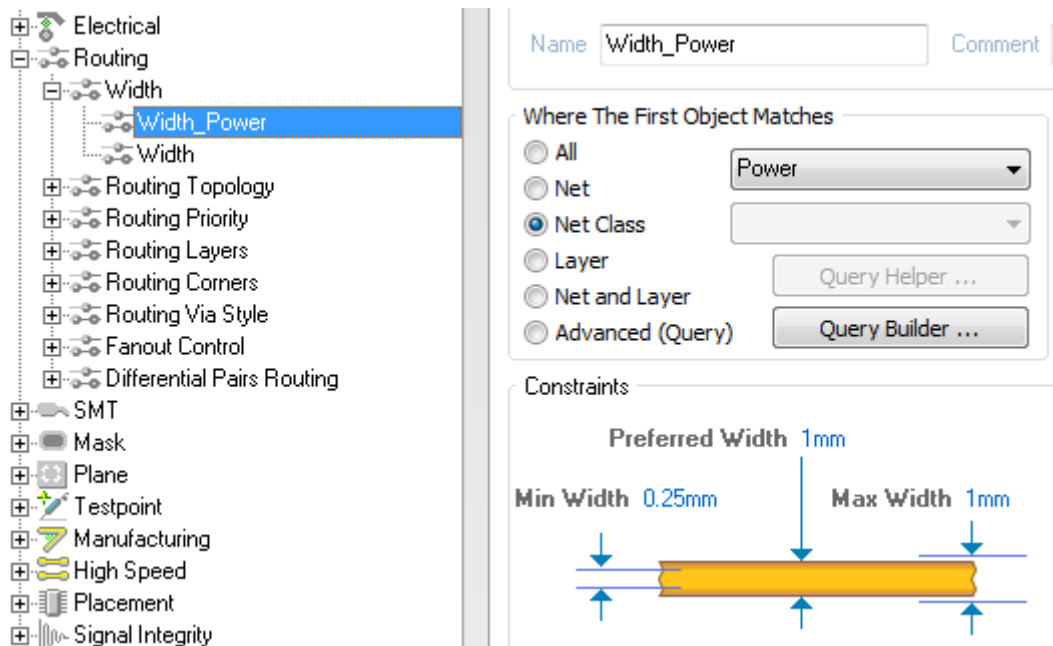
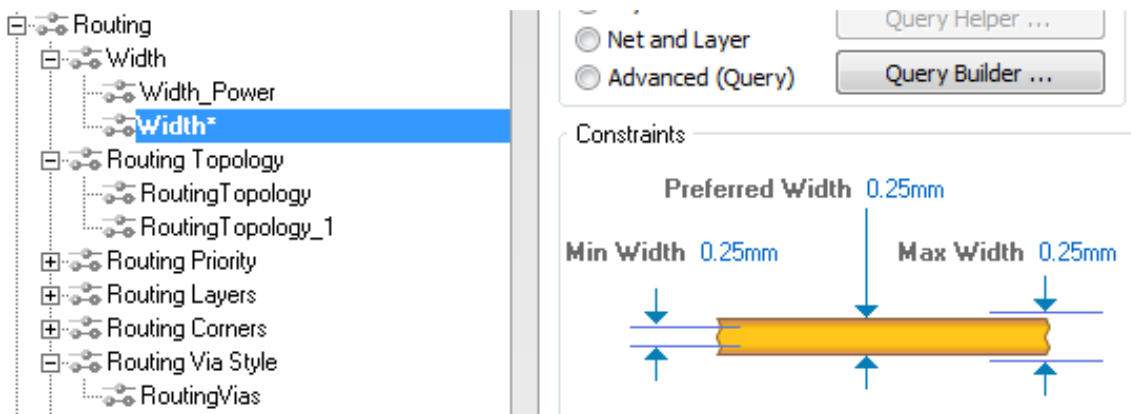

Рис. 119. Ширина проводника для класса Power
Рис. 120. Ширина всех проводников
2. Задать параметры проводника для класса цепей, выбрав Design>>Rules. В открывшемся окне выбрать категорию Routing>>Width, нажать правую кнопку мыши, выбрать New Rule. Установить курсор на новое правило и задать его свойства, как показано на Рис. 119. Нажать Apply. Задать параметры остальных проводников, выбрав правило Width, см. Рис. 120. Нажать Apply.